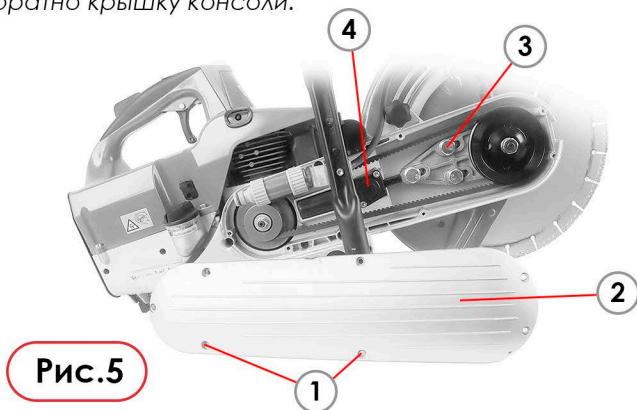

Рис.5
- Отвинтите болты (1) крепления крышки консоли (2) и снимите ее (Рис. 5).
- Снимите напряжение с натяжителя ремня. Для этого свечным ключом поверните стопор (4) против часовой стрелки до его фиксации.
- Ослабьте 3 болта фиксации подвижной части консоли (3) и снимите ремень.